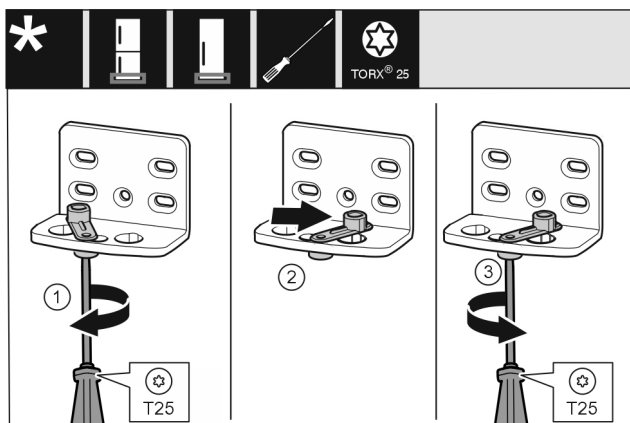

Fig. 14
- ▶ Schroef Fig. 14 (1) met een schroevendraaier losdraaien.
- ▶ Deursluthulp Fig. 14 (2) optillen en 90° naar rechts in de boring draaien.
- ▶ Schroef Fig. 14 (3) met een schroevendraaier vastschroeven.